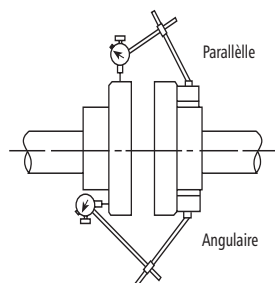

Figure 7
- On **DOIT** vérifier l'alignement avant la mise en service de la pompe (fig. 7).